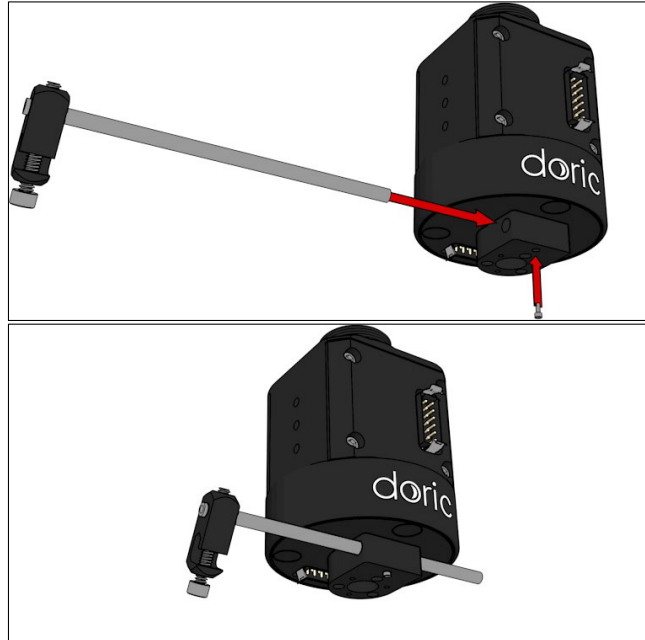

Figure 2.6 : Positionnement de l'entretoise horizontale du support de câble
1. Faites glisser la tige du porte-câble avec le serre-câble vers le bas dans l'adaptateur préinstallé situé sous le joint rotatif (Fig. 2.6). La tige est maintenue en place à l'aide d'une vis de réglage 2-56 située sous l'adaptateur.
2. Fixez le collier (tourné vers le bas) sur la tige de l'adaptateur de câble à l'aide d'une vis sans tête en nylon #4-40 (Fig. 2.6).